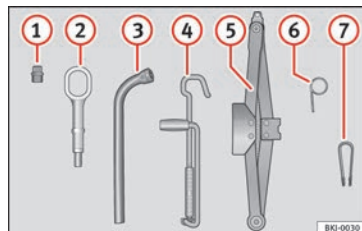

Abb. 76 Im Gepäckraum unter dem Gepäckraumboden: Bordwerkzeug.
- Drahtbügel (Bordwerkzeuge » **Abb. 76** ⑥) in eine der Aussparungen der Radvollblende einhängen.
- Hängen Sie den Drahtbügel (Bordwerkzeuge » **Abb. 76** ⑥) in die dazu vorgesehene Aufnahme ein » **Abb. 78**.